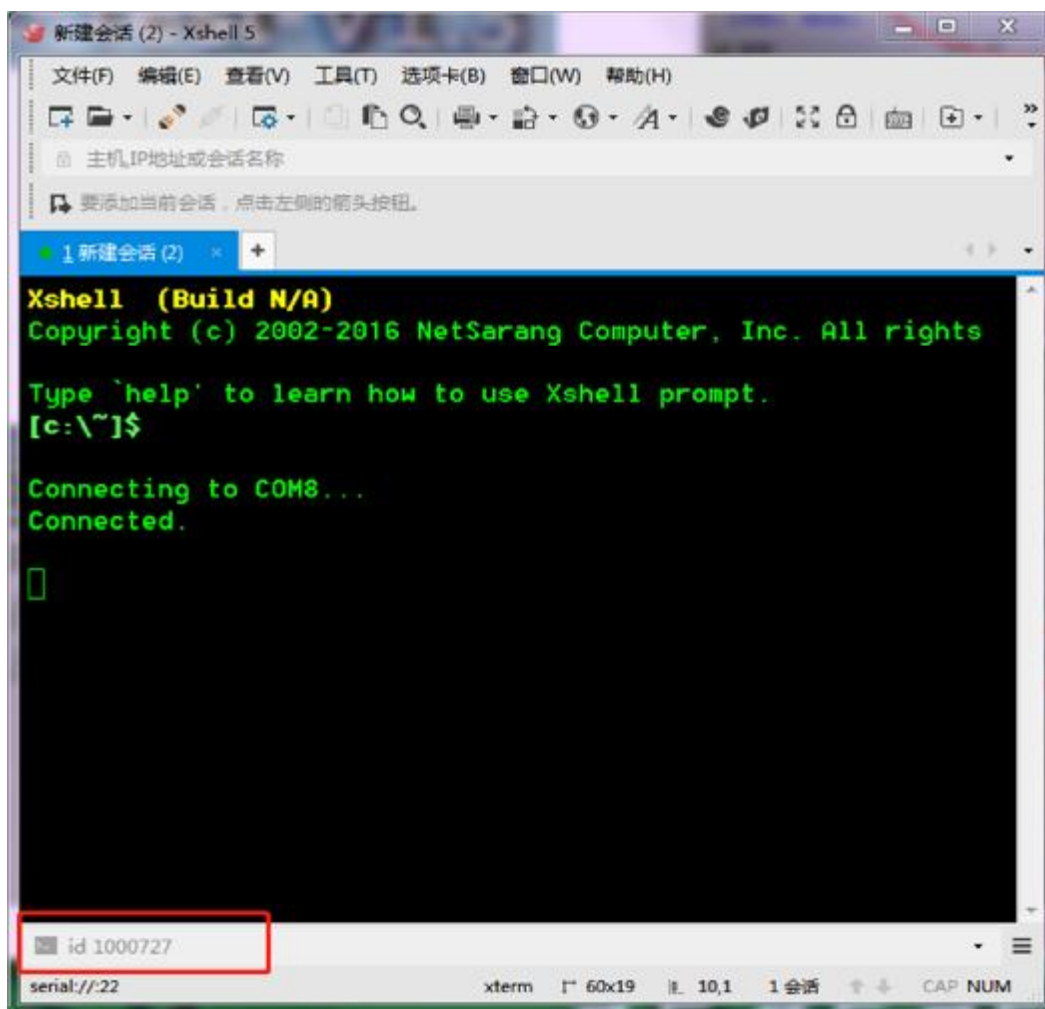

图 11
1) 设置 ID 命令，可在会话交互行直接输入命令“ID 1000xxx”+回车，也可在输入框输入命令，建议使用后者操作，如图 11 所示，按回车发送命令。